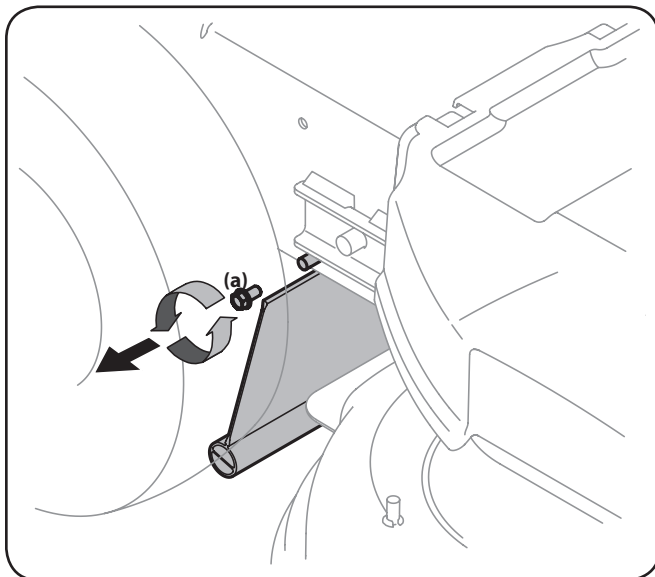

Figure 7-7
- Retirez le boulon (a) qui fixe la languelette de protection au côté droit de la tondeuse. Voir Figure 7-7.